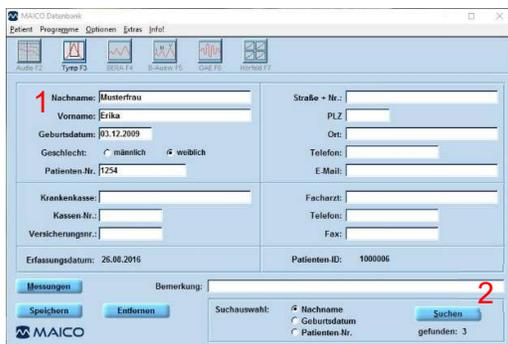

Abbildung 29
Nutzen Sie die **Suchen**-Schaltfläche, um einen gespeicherten Patienten auszuwählen. Daraufhin wird eine Liste mit Patienten angezeigt, die sich bereits in der Datenbank befinden. Grenzen Sie die Suche ein, indem Sie Informationen in eines der persönlichen Datenfelder (1) eingeben und anschließend eine Suchkategorie auswählen (2): **Nachname**, **Geburtstag**, oder **Patienten-Nr.** (Abbildung 29).